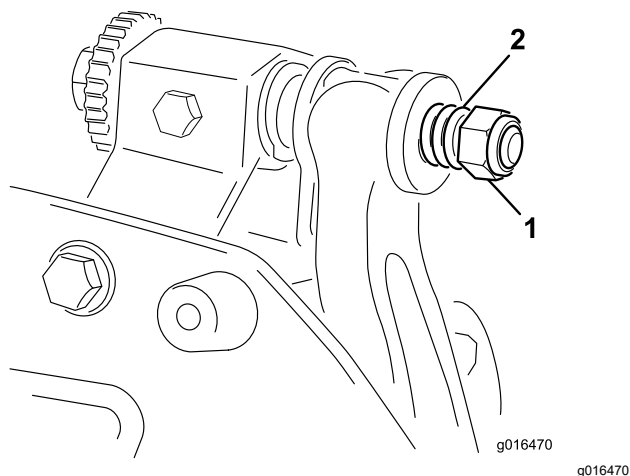

Figura 27
3. Coloque uma anilha de nylon de cada lado da placa lateral. Coloque uma anilha de aço no exterior de cada uma das arruelas de nylon (Figura 27).
- Aperte a porca da mola tensora até que a mola fique recolhida; em seguida, desaperte meia volta (**Figura 27**).